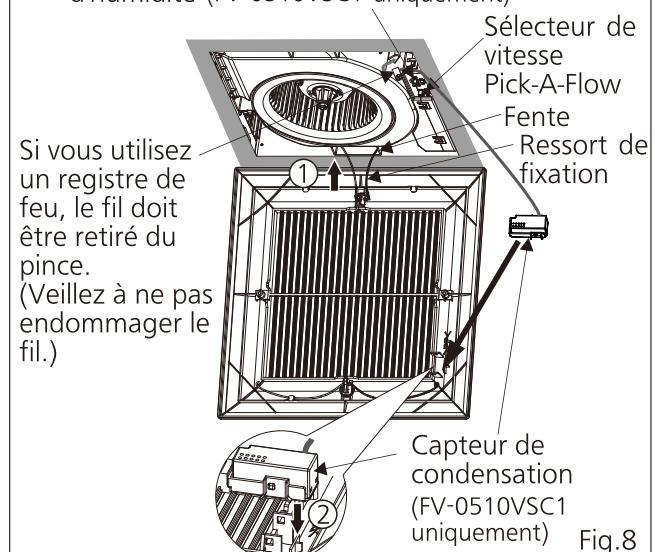

Fig.8
9.Insérez un ressort de fixation dans la fente comme indiqué sur la Fig. 8 ①. (Si ce n'est pas fait, la grille peut ne pas être installée.)
10.Fixez le capteur de condensation (FV-0510VSC1 uniquement) dans la grille comme indiqué sur la Fig.8 ②.
(Voir Fig.8~Fig.9 à la P.9)